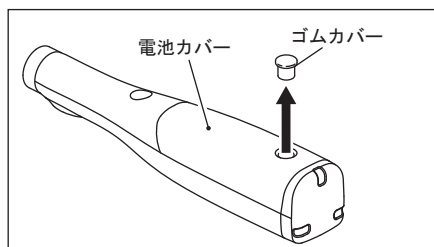

図 12
- 2) 電池カバーのねじ穴に入っているゴムカバーを細いマイナスドライバー等で取り外します。(図 12)